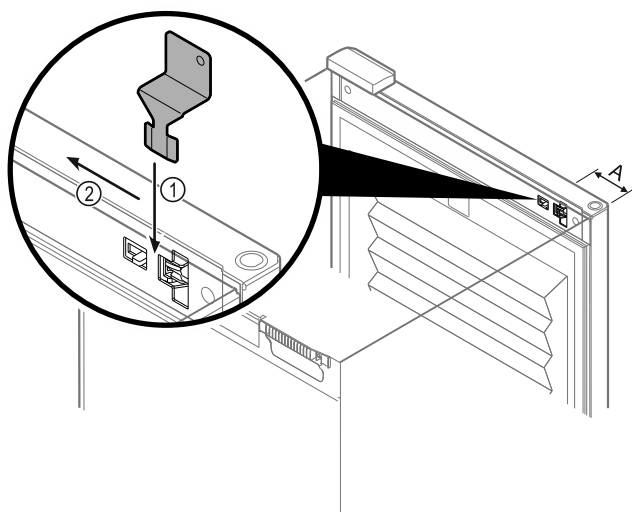

Fig. 146
- Positsioneerige avariilahtilukustusvõti etteantud kohta Fig. 146 (A) ≈ 100mm.
- Pistke avariilahtilukustusvõti ukse ja seadmekorpuse vahel lõpuni sisse Fig. 146 (1).
- Tõmmake avariilahtilukustusvõtit šarniirikülje suunas Fig. 146 (2).